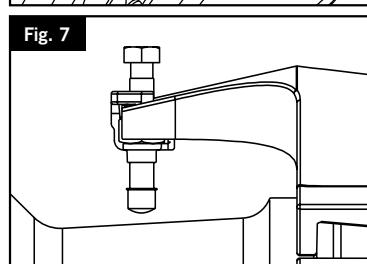

Fig. 7
12) Utilisez les boulons de centrage pour vous assurer que le collier de serrage est concentrique au corps du raccord AquaFast (voir la figure 7).
9) Ein Festanschlag ist erreicht, wenn die Schraubenflansche der Spannbänder alle miteinander in Kontakt sind (siehe Abb. 7).
12) Verwenden Sie die Zentrierschrauben, um zu gewährleisten, dass die Spannbandripen den gleichen Abstand von der Pinole des AquaFast Flanschadapters haben (siehe Abb. 7).
- 9) Si ottiene un arresto sicuro quando le alette di imbullonamento delle bande di serraggio sono tutte in contatto tra loro (vedere la Fig 7).